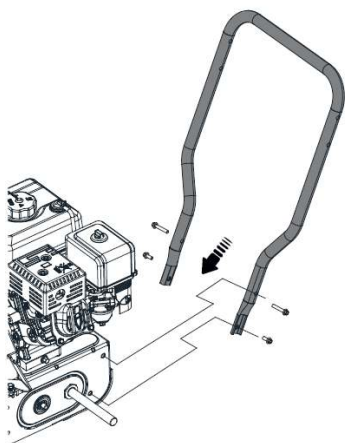

Рис. 3
1. Установите нижнюю часть ручки, вставив четыре болта М8х20 в соответствующие отверстия на боковых сторонах корпуса (рис. 3).